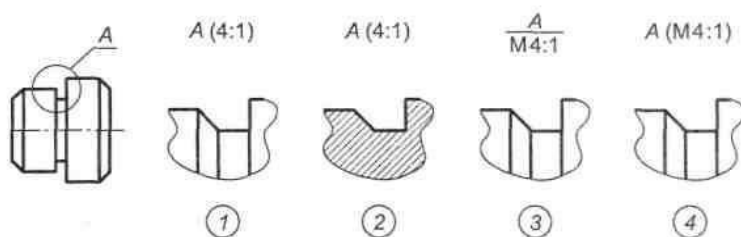

Рис. 61
1. На рис. 61 даны четыре варианта обозначения выносного элемента. Назвать варианты правильных ответов и пояснить ошибки, допущенные в неправильных вариантах.